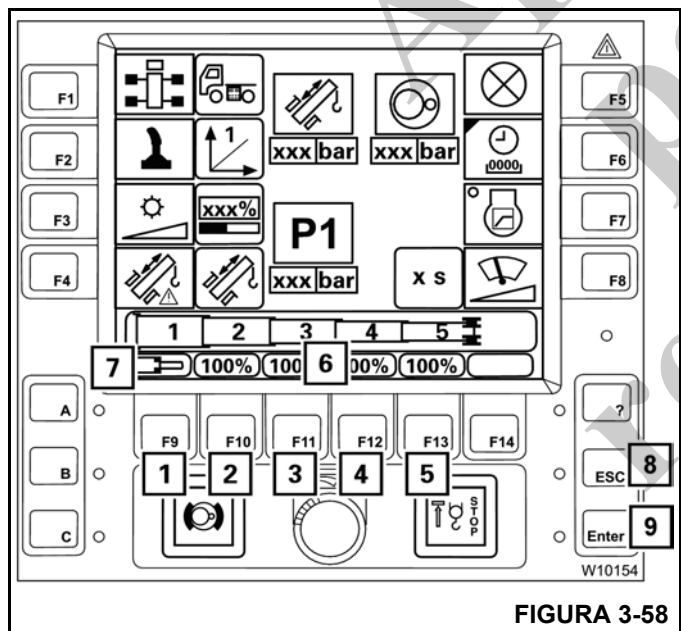

FIGURA 3-58
O mostrador da ação telescópica (6) (Figura 3-58) exibe os valores das seções telescópicas de 1 a 4.
1. Selecione uma seção pressione um dos botões de F9 a F13, de (1) a (5). Os valores no mostrador (6) ficam amarelos.